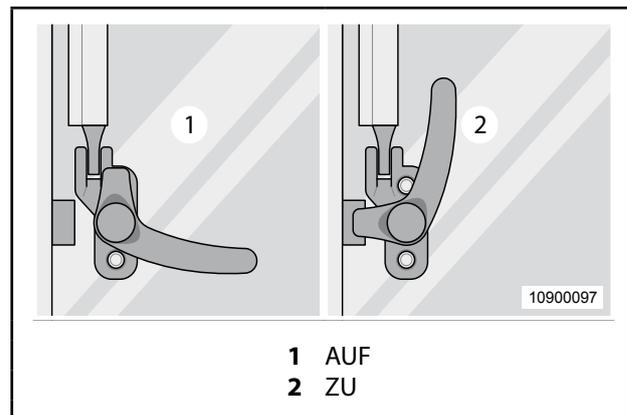

Abb. 25 Ausstellerverriegelung
2. Aussteller-Verriegelungshebel ebenfalls in Stellung „AUF“ (Abb. 25, Pos. 1) drehen.
3. Aussteller-Verriegelungshebel ebenfalls in Stellung „ZU“ (Abb. 25, Pos. 2) drehen.